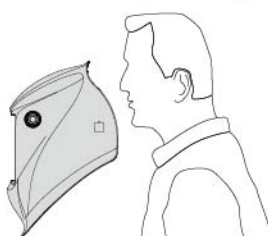

fig.11
- Orientare il guscio dell'elmetto in modo che l'interno dell'elmetto sia rivolto verso il torace (vedere fig. 11).